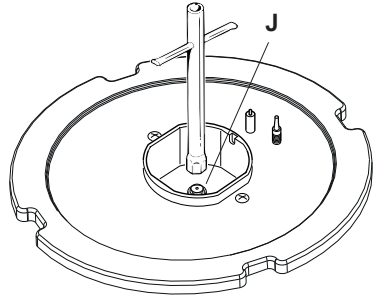

Fig. 2.2a
- Bruk en skiftnøkkel til å skifte ut dysen "J" (Fig. 2.2a, 2.2b, 2.2c, 2.2d) med dyser, som passer til valgt gasstype.